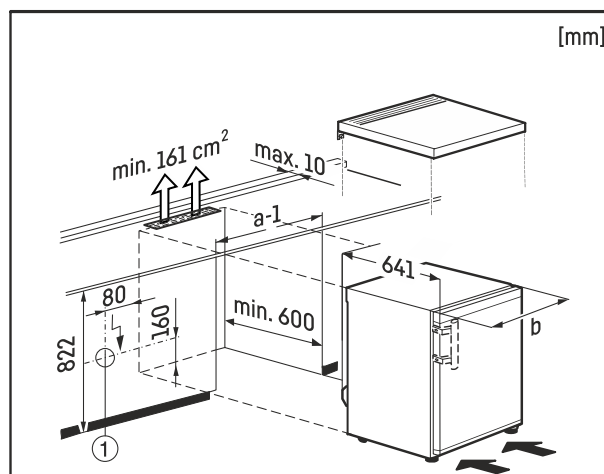

Fig. 8
При това контактът Fig. 8 (1) трябва да се намира извън задната страна на уреда и да е леснодостъпен.